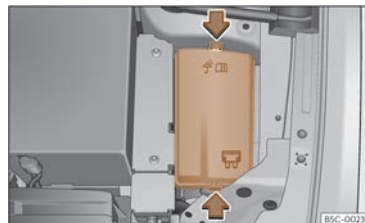

Fig. 224 În compartimentul motor: capacul cutiei de siguranțe.
- Apăsați clemele de blocare pentru deblocarea capacului cutiei de siguranțe >>> **fig. 224**.